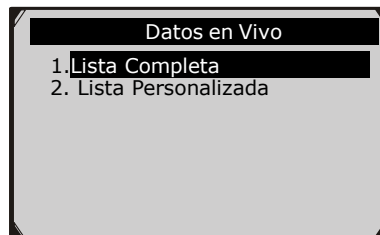

Figura 6.10
- 1) Para ver el listado completo de datos, use el botón de desplazamiento **ARRIBA/ABAJO** para seleccionar la opción **Lista Completa** del menú **Datos en Vivo** y presione el botón **OK**. (Figura 6.10)
- 1) Para ver los datos de Parámetros PID personalizados, use el botón de desplazamiento **ARRIBA/ABAJO** para seleccionar la opción **Lista Personalizada** desde el menú **Datos en Vivo** y presione el botón **OK**. (Figura 6.10)